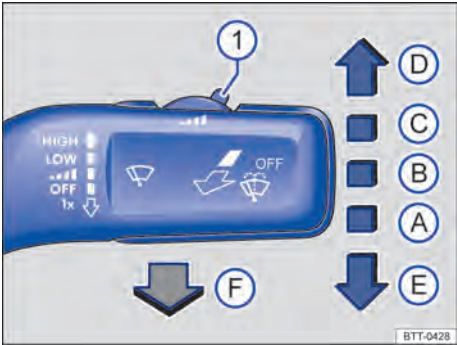

Fig. 95 À direita da coluna de direção: comandar os limpadores do para-brisa.
- Pressionar a alavanca dos limpadores do para-brisa brevemente para baixo $\Rightarrow$ Fig. 95 .